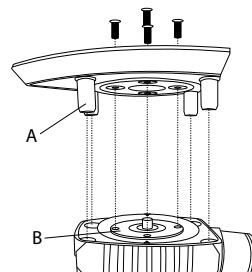

Abbildung 1
- ◆ Montieren Sie jetzt die gewünschte Schleifplatte. Stellen Sie sicher, dass die Befestigungsplatte B zu der Schleifplatte ausgerichtet ist. Die Gewindebohrungen der Befestigungsplatte B müssen zu den entsprechenden Löchern der jeweiligen Schleifplatte ausgerichtet sein. Die Gummistifte A 15 (nur Schleifplatte 9 und 11) zu den Löchern im Gerät (siehe Abb. 1).